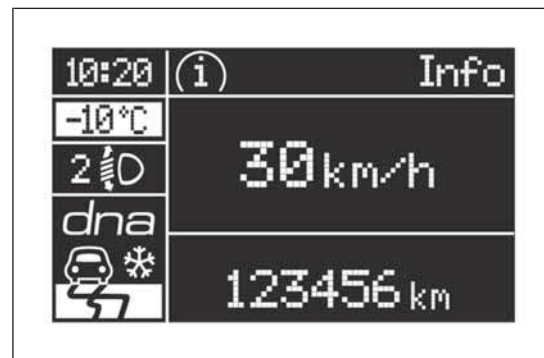

fig. 76
- ☐ **All Weather Mode** fig. 76